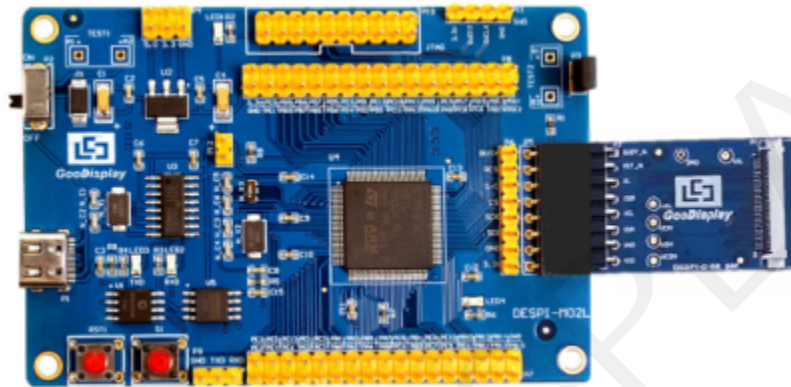

图 3 主板与转接板连接方式
1) 将主板和转接板以图3所示方式相连，将电子纸FPC以图4.2所示方式连接至转接板的连接器。